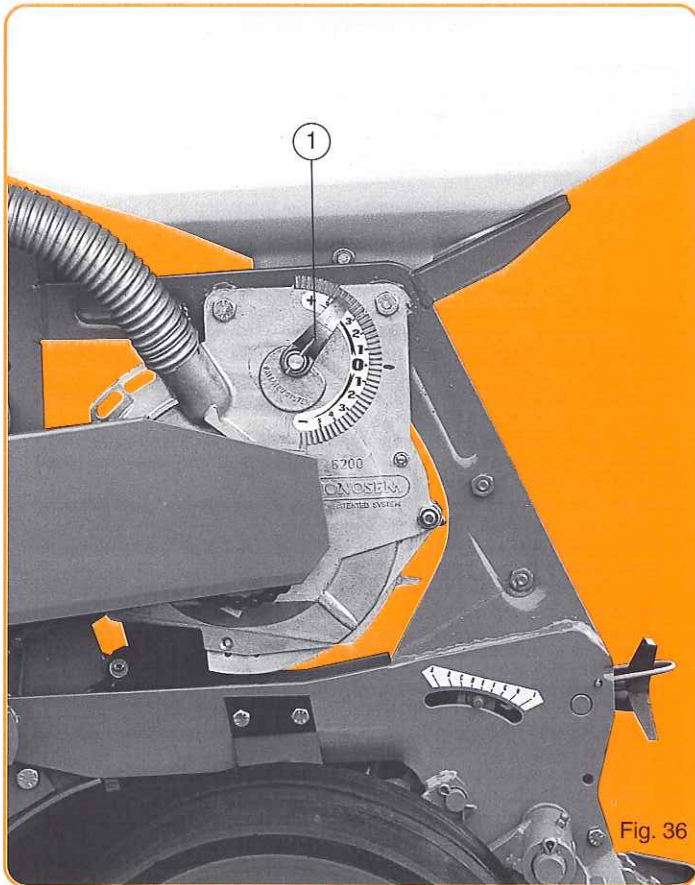

Fig. 36
L'index (1) remonté vers le + (fig. 36) éloigne la plaque des trous du disque, augmente l'aspiration (en limitant la prise d'air (2)) ce qui provoque une tendance aux doubles.
When the indicator (1) is positioned to the + (fig. 36) it raises the scraper over the holes of the disc, increasing the degree of suction (closing the size of the hole (2)). This may cause doubles.
El índice (1) girado hacia + (fig. 36) aleja la placa de los agujeros, aumenta la aspiración (limitando la toma de aire (2)), lo que provoca una tendencia a los dobles.